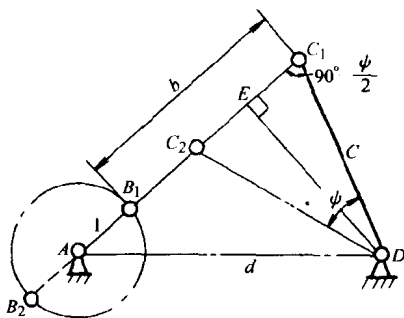

图 3
3. 解 因 $k=1$, 故极位夹角 $\theta=0^\circ$ 。如图 3 所示, 首先画出该机构的两极限位置成一直线; 在三角形 C_1DC_2 中, 过 D 点作 $\overline{C_1C_2}$ 的垂线并与之交于 E 点。可得 $\angle AC_1D = 90^\circ - \phi/2$, $\overline{C_1C_2} = \overline{AC_1} - \overline{AC_2} = (1+b) - (b-1) = 2$, $\overline{EC_1} = 1$, $\sin(\phi/2) = (\overline{EC_1}/\overline{C_1D}) =$